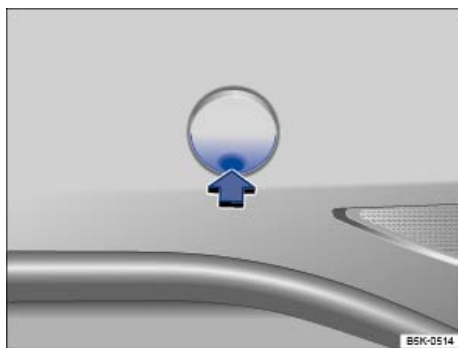

Fig. 301 En el lado derecho del paragolpes trasero: retirar la tapa.
- Presione sobre la zona inferior de la tapa ⇒ **fig. 301** (flecha) para desencastrar esta.